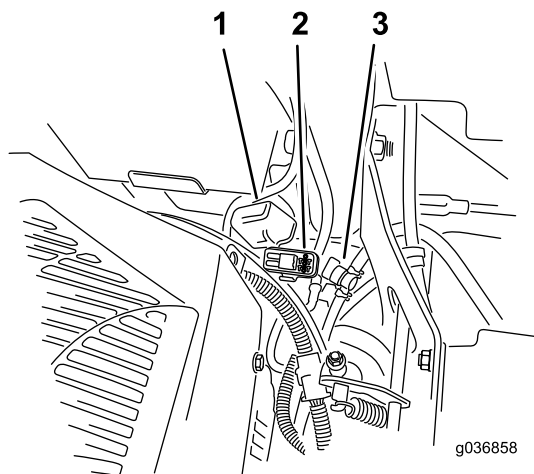

Figura 53
Nota: Per le macchine MyRide, assicuratevi che il cavo di terra non sfregi contro il braccio di trascinamento o l'ammortizzatore inferiore (Figura 53).
I fusibili sono posizionati sulla consolle di destra vicino al sedile (Figura 53).
- Montate un fusibile nuovo (Figura 53).